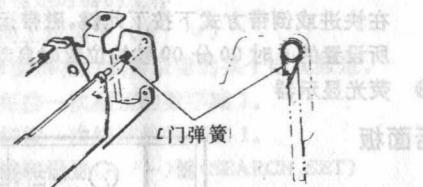

图 1-3-3 门的更换(2)
- 将门弹簧的头插入到导板托架上的挂钩孔内,并将门的右边的轴插入到导板托架上,见图 1-3-3。